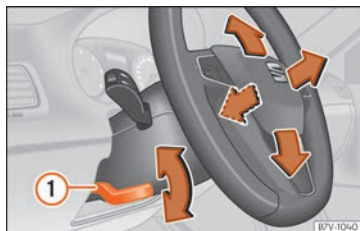

Fig. 26 Ajuste mecánico del volante.
• Mueva la palanca » » » **fig. 26 ①** hacia abajo.